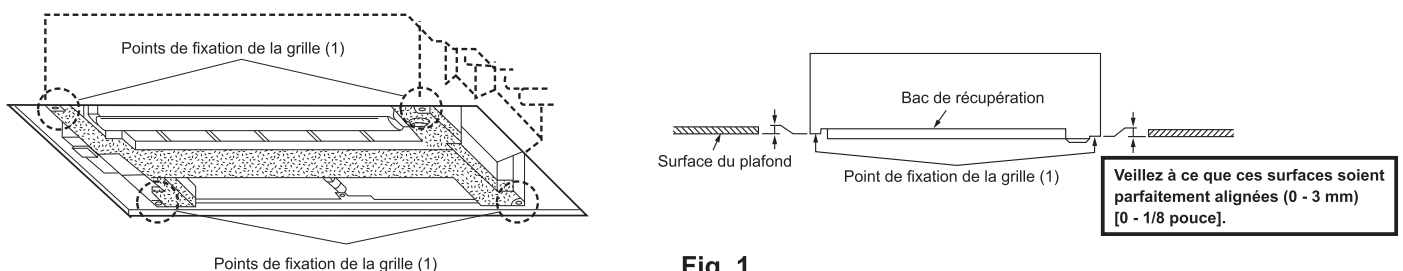

Fig. 1
- Avant de poser la grille (1), assurez-vous que l'unité interne est d'équerre avec l'ouverture du plafond (ou parallèle au mur du plafond).
- **Veillez à ce que les 4 points de fixation de la grille (1) de l'unité interne soient au même niveau que la surface du plafond.**
Utilisez le gabarit d'installation fourni avec l'unité interne pour positionner cette dernière de manière que les 4 points de fixation de la grille (1) soient au même niveau que la surface du plafond, avec une tolérance de 3 mm (1/8 pouce) (Fig. 1).